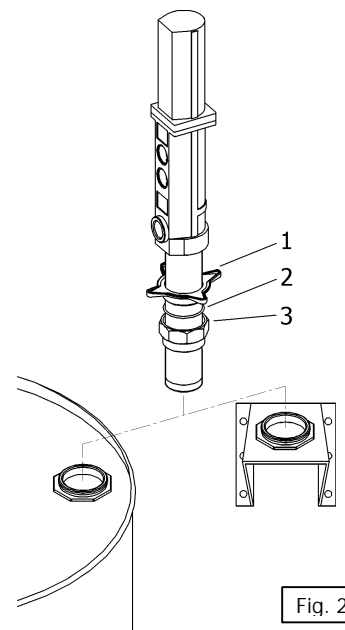

Fig. 2
These pumps can be mounted directly on drums or on a wall bracket fitted with a 2" bung (Fig 2). Loose the star nut (1) of the bung adaptor to remove the lower nut (3), and screw this into the 2" bung opening of the drum or bracket. Place the star nut (1) and the split ring (2) on the suction tube. Slide the pump through the opening and fasten the assemble at the desired height by tightening the star nut (1).
Las bombas pueden ser montadas directamente sobre bidones o sobre un soporte mural que dispongan de rosca 2" BSP H (Fig. 2). Afloje la tuerca en estrella (1) del adaptador para extraer la parte inferior del mismo (2) y rosca en el brocal de 2" del bidón o del soporte. Coloque la tuerca en estrella (1) y el anillo (2) del adaptador en el tubo, introduzca la bomba por el brocal y apriete el conjunto a la altura deseada.
Les pompes peuvent être installées directement sur fût ou sur un support mural muni d'un raccord 2" BSP (F) (Voir Fig.2). Desserrer le raccord en étoile (1) de l'adaptateur pour extraire la partie inférieure de ce dernier (2) et la fixer à l'orifice 2" du fût ou du support. Placer le raccord en étoile (1) ainsi que l'anneau (2) de l'adaptateur dans le tube et introduire la pompe par l'orifice du fût ou du support en serrant l'ensemble des éléments à la hauteur désirée.